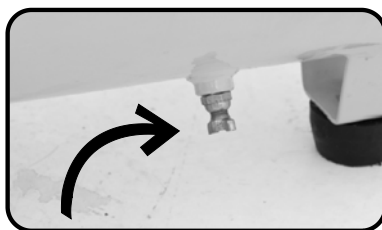

Fig. 15 – Válvula de descarga
- Solte a válvula de descarga (conforme Fig. 15);